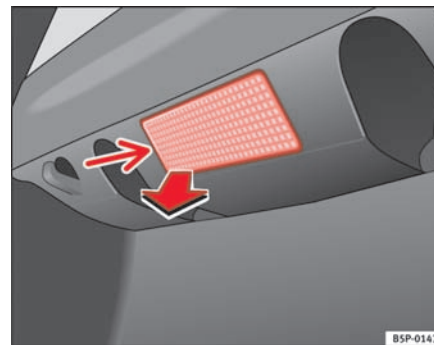

Fig. 199 Luz maletero
- Extraiga la tulipa haciendo presión sobre el borde de la parte interior de la misma -flecha- con ayuda de un destornillador por su parte plana. ⇒ fig. 199 ▶